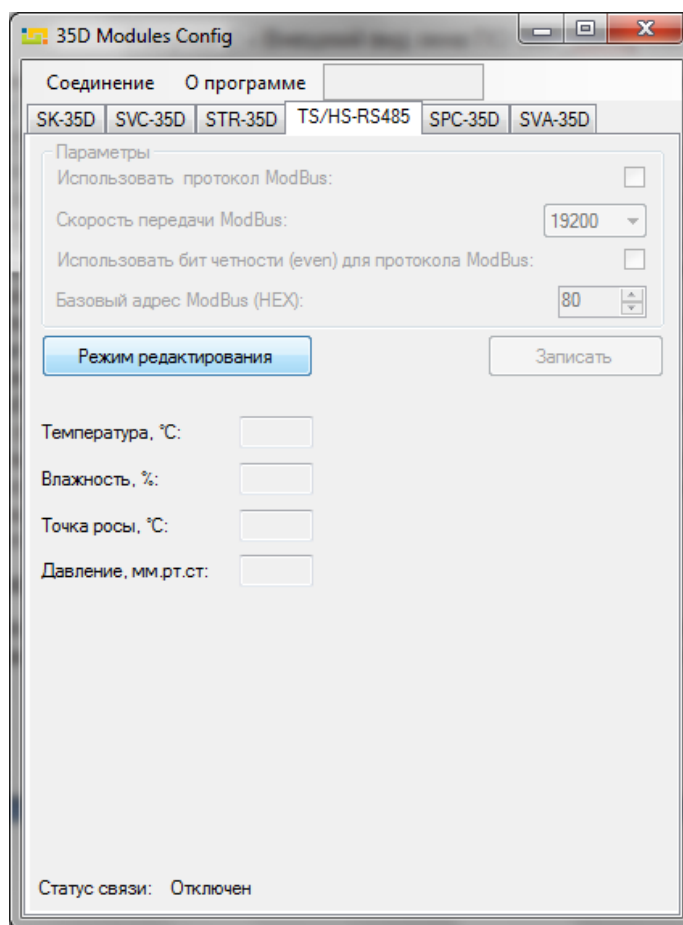

Рисунок 2 – Внешний вид окна ПО 35D_config.exe
- в открывшемся окне (см. рисунок 2) перейдите на вкладку TS/HS-RS485;
ВНИМАНИЕ! В течение 3-х секунд после подачи питания на вход, датчик работает по протоколу IM, не зависимо от того, разрешена работа по протоколу ModBus RTU или запрещена (пункт "Использовать протокол ModBus" (см. рисунок 2)).